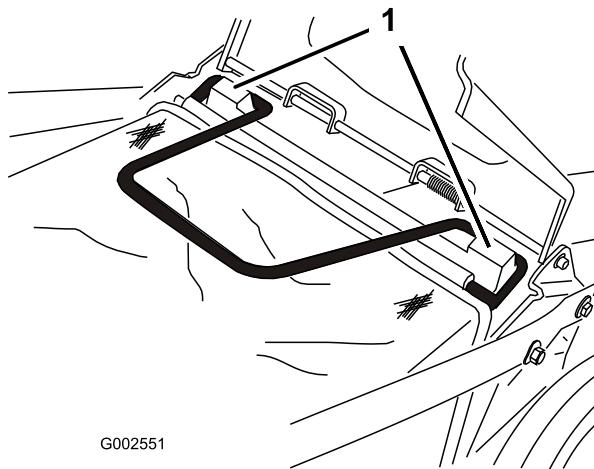

Bild 20
3. Setzen Sie den Grasfangkorb auf die Korbbefestigungsposten (Bild 20).